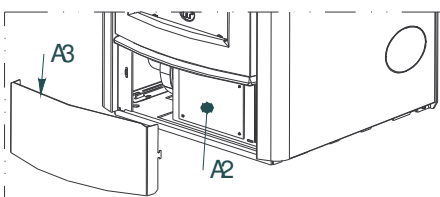
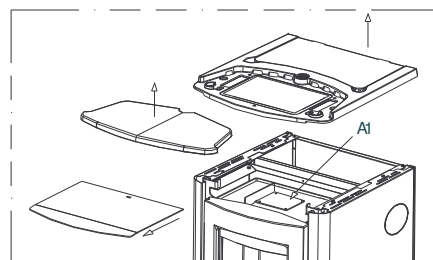

ABBILDUNG 1
ABBILDUNG 4
- **MONATLICH** die Öffnungen mit der Bezeichnung "A1" und "A2" in Augenschein nehmen und reinigen. Für den Zugriff auf Öffnung "A2" (Abbildung 1) die Abdeckung "A3" entfernen. Dazu die beiden Seitenfalze nach innen drücken und die Abdeckung nach oben drehen. Für den Zugriff auf Öffnung "A1" (Abbildung 4) die Keramik abnehmen (beim Modell Easy reicht es aus, die gusseiserne Abdeckung zu entfernen, weil die Stahlplatte fest mit ihm verbunden ist), anschließend die gusseiserne Abdeckung entfernen. Nun die einzige Schraube auf dem Luftleitelement abnehmen und dieses Element von vorne aus seinem Sitz nehmen: nun besteht Zugang zur Öffnung "A1".